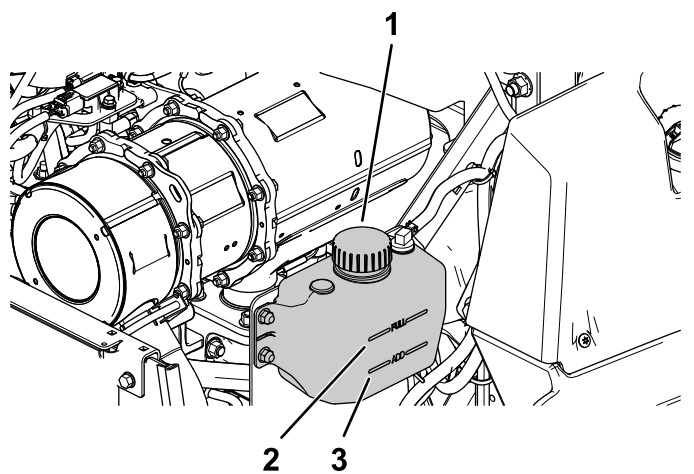

Figura 58
4. Compruebe el nivel de refrigerante en el depósito de expansión (Figura 58).
5. Si el nivel de refrigerante es bajo, retire el tapón del depósito de expansión y añada el refrigerante especificado (Figura 58).